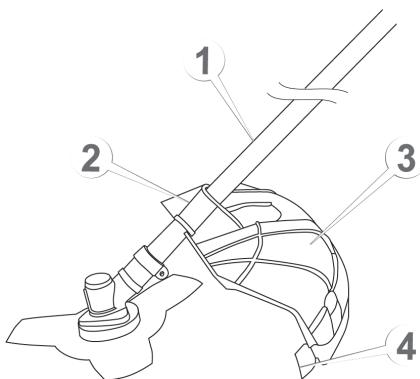

Рисунок 7. Схема встановлення захисного кожуха.
- встановити ніж (4, рис. 7) для обрізання жилки на захисний кожух (3, рис. 7) і надійно закрутити за допомогою фіксуючих кріплень;
- встановити захисний кожух (3, рис. 7) на «штангу» за допомогою комплекту кріплень так, щоб позиціонуючий отвір скоби (2, рис. 7) поєднався із відповідним отвором «штанги» (1, рис. 7), та зафіксувати гвинтами з комплекту. Переконатися в надійності кріплення захисного кожуха – прокручування не допускаються.
Жилка під час роботи зношується. Щоб замінити робочі кінці жилки – подати мотокосу до землі так, щоб низ різальної головки злегка коротко-кочасно торкнувся корпусом поверхні землі, що призведе до виходу нової частини жилки, а зайва буде автоматично відрізана різальним ножем (4, рис. 7).